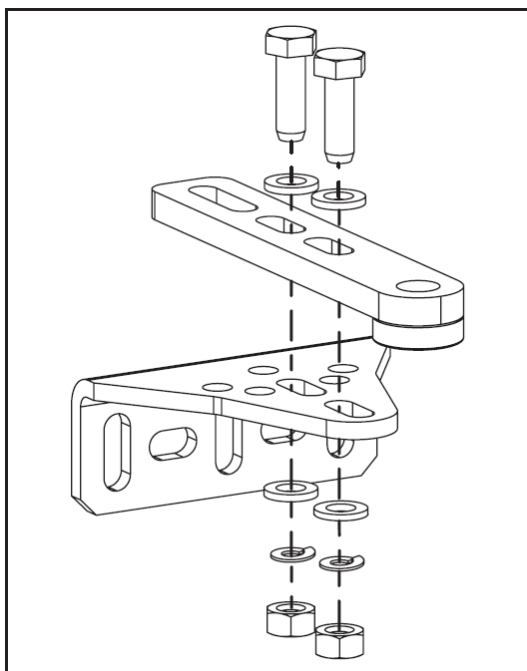

Рис. 10
2. Закрепить задний кронштейн, как показано на рис. 10, соблюдая указанные ранее значения А и В.